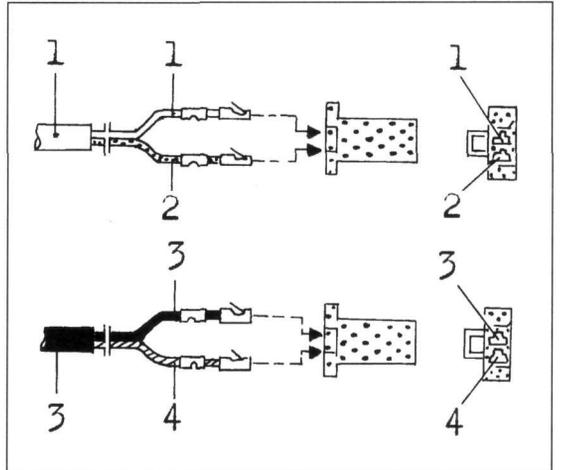

Bild 85 ▶
- Kabel durch Gehäusebohrung durchführen und Kabelstifte in Stecker gemäss Bild 85 anbringen.